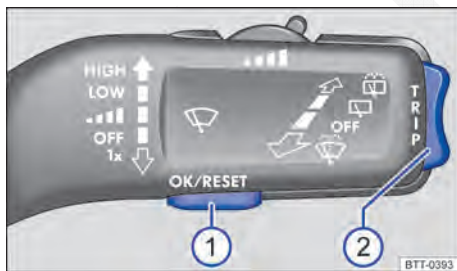

Fig. 15 Veículos sem volante multifunções: botão ① na alavanca dos limpadores dos vidros para confirmar itens de menu e chave ② para alternar os menus.
Em veículos com volante multifunções, ⇒ Fig. 16 os botões da alavanca dos limpadores dos vidros não existem ⇒ Fig. 15. Assim, o sistema de informação Volkswagen é operado exclusivamente por meio dos botões do volante multifunções.
- Caso uma mensagem ou o pictograma de veículo sejam exibidos, pressionar o botão **OK/RESET** ⇒ Fig. 15 ① na alavanca dos limpadores dos vidros ou o botão **OK** no volante multifunções ⇒ Fig. 16.
- *No comando com alavanca dos limpadores dos vidros:* para listar o menu principal ⇒ Página 33 ou para retornar de outro menu para o menu principal, manter a chave ⇒ Fig. 15 ② pressionada.
- Pressionar a chave ⇒ Fig. 15 ② na alavanca dos limpadores dos vidros em cima ou em baixo ou pressionar os botões de seta ou ⇒ Fig. 16 no volante multifunções, até que o item de menu desejado esteja marcado.
- Para acessar o item de submenu, pressionar o botão ⇒ Fig. 15 ① na alavanca dos limpadores dos vidros ou o botão ⇒ Fig. 16 no volante multifunções .
- Utilizando a chave na alavanca dos limpadores dos vidros ⇒ Fig. 15 ② ou os botões de seta ou no volante multifunções ⇒ Fig. 16, adotar as modificações desejadas. Se necessário, manter pressionado para aumentar ou diminuir os valores mais rapidamente.
- Selecionar ou confirmar a seleção com o botão ⇒ Fig. 15 ① na alavanca dos limpadores dos vidros ou com o botão ⇒ Fig. 16 no volante multifunções.
- *No comando com a alavanca dos limpadores dos vidros:* manter a chave ⇒ Fig. 15 ② pressionada.